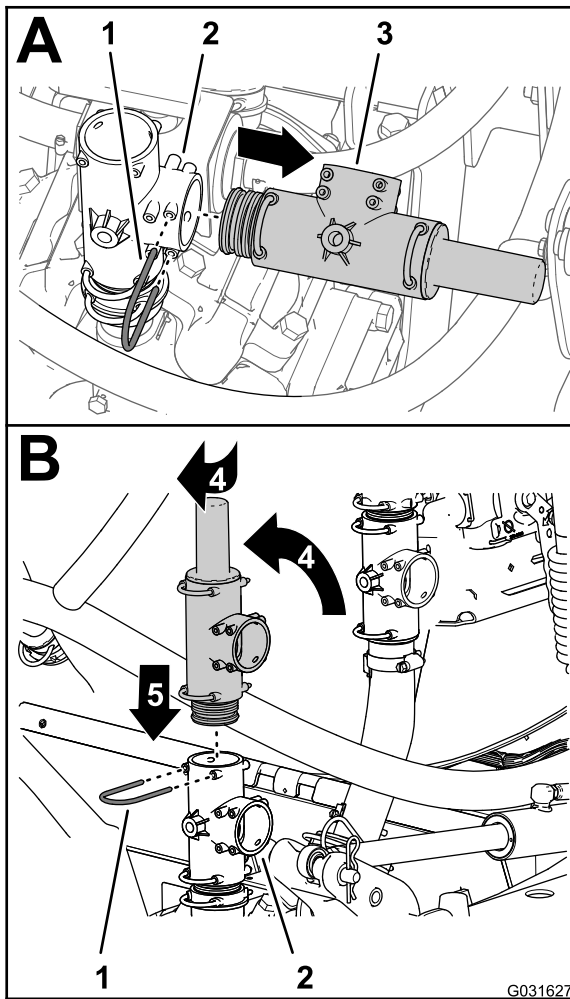

图 216
3. 在拆下泄压阀时拆下将泄压阀固定到打药泵 T 形接头的卡环图 216。
4. 如 图 216 所示将泄压阀向上旋转。
5. 将泄压阀插入 T 形接头顶端直至阀门完全入位 图 216。